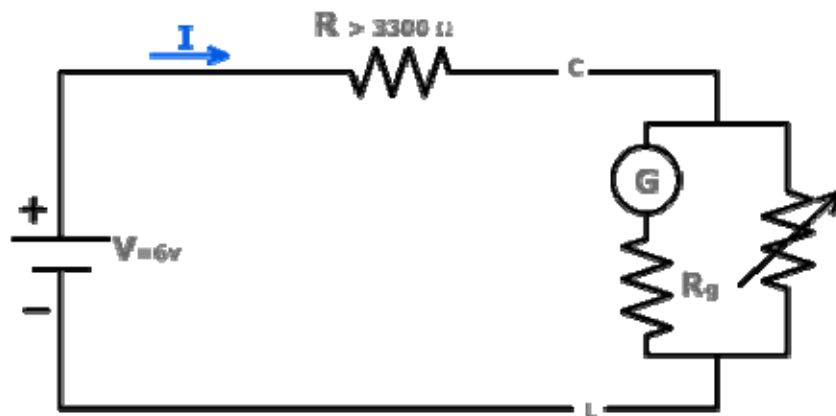

Figura 5.7
- c. Instale el circuito de la figura 5.7 con la resistencia de shunt  $R_{sh}$  calculada en el literal anterior, en paralelo con el galvanómetro y varíe  $R_l$  hasta que la aguja en la escala del galvanómetro se deflecte a su valor máximo. **Cuando esto ocurra la corriente total que circula por el amperímetro diseñado por usted en esta practica debe ser (máximo) de 1,0 miliampere ( $mA$ ).** En la figura 5.7 los puntos **C** y **L** delimitan a la derecha el amperímetro diseñado